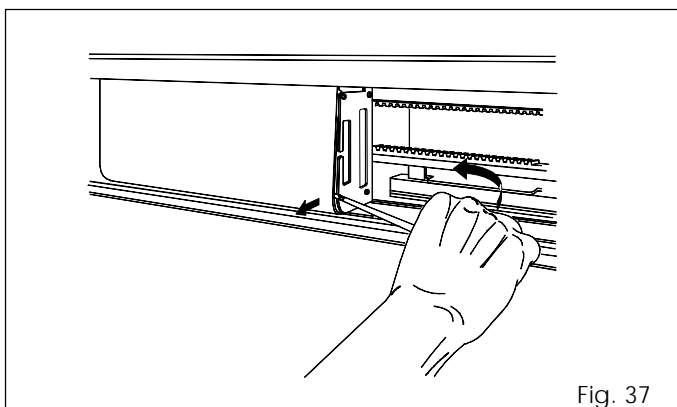

Fig. 37
- Pour enlever le couvercle de protection de l'unité de contrôle SDM, faire légèrement pression avec un tournevis d'après la fig. 37.